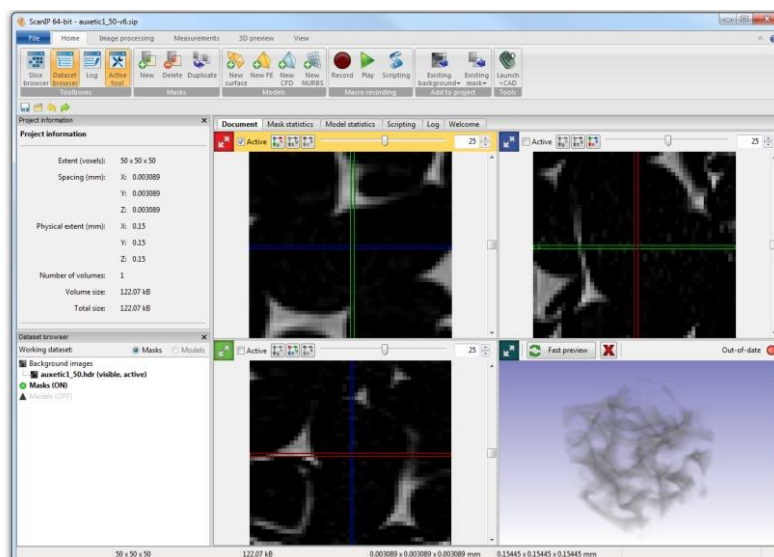

图 1-1 导入数据后的屏幕显示
3. 关闭立体渲染。我们注意到, 如图 1-1 所示, 图像自动在 3D 视图中呈现。关于立体渲染的更多信息请参考《Reference Guide》第 11.4.1 章节“背景立体渲染”。立体渲染是一种快速有效的方法, 无需分割即可完成灰度数据的三维可视化。在本案例中, 无需开启立体渲染。关闭方法: 单击 **View->3D background->Render** 图标, 取消高亮 (图 1-2)。